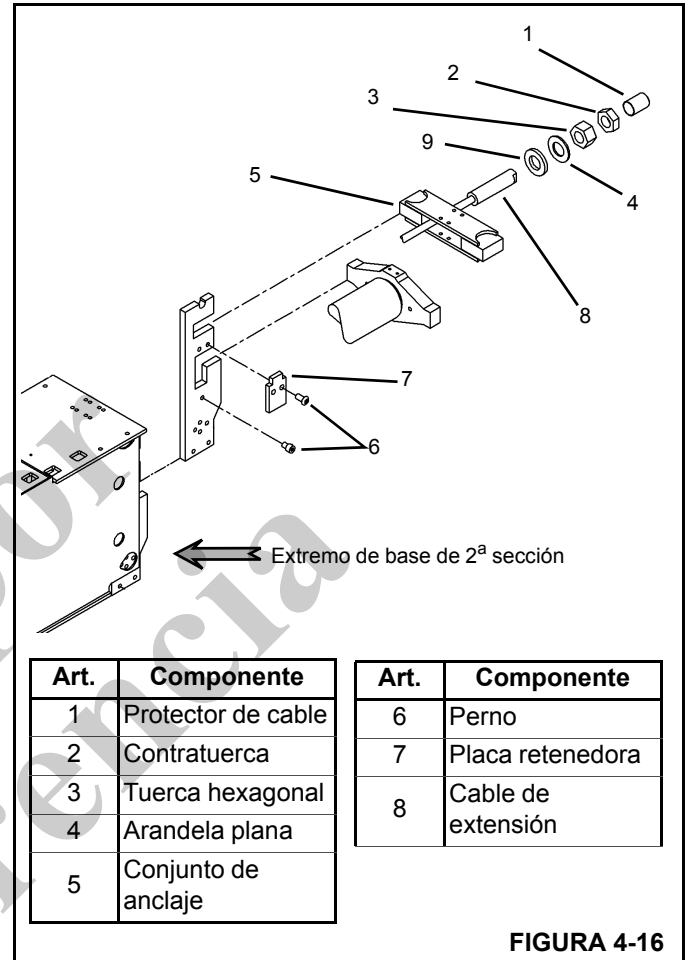

FIGURA 4-16
7. Inserte el conjunto de anclaje del cable de extensión en el extremo de base de la 2ª sección de la pluma (Figura 4-16).